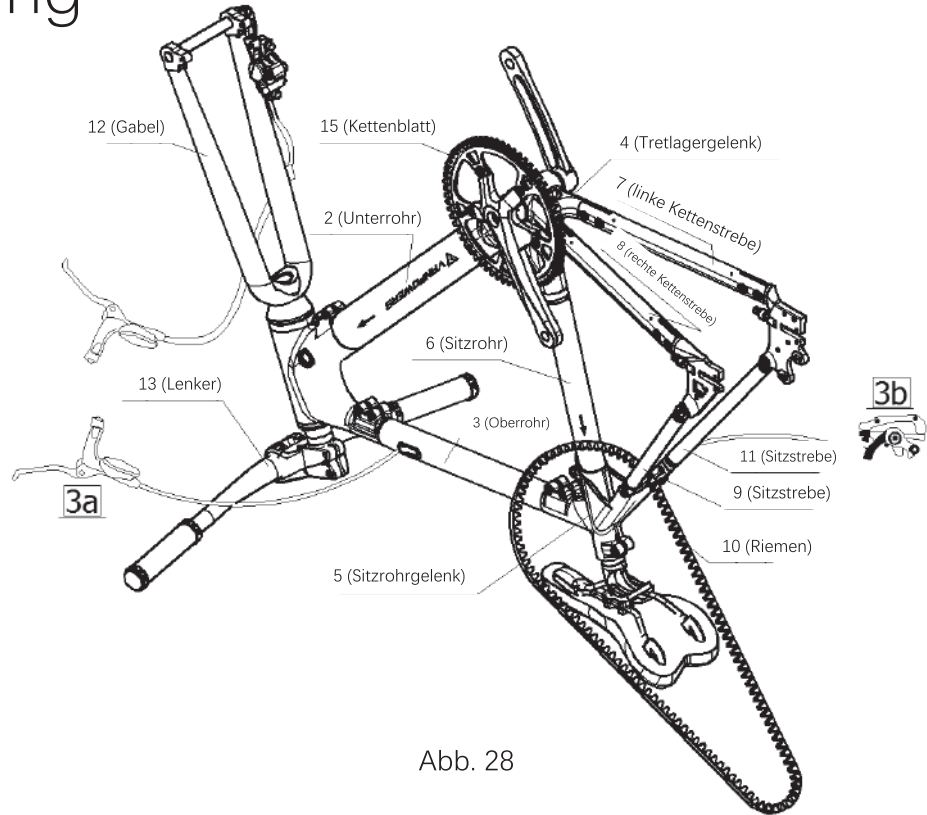

Abb. 28
b. Überprüfen Sie die Position von Teil 10 und stellen Sie sicher, dass Teil 10 Teil 9 abdeckt und sich am unteren Ende von Teil 9 befindet, wie in Abb. 28 gezeigt.